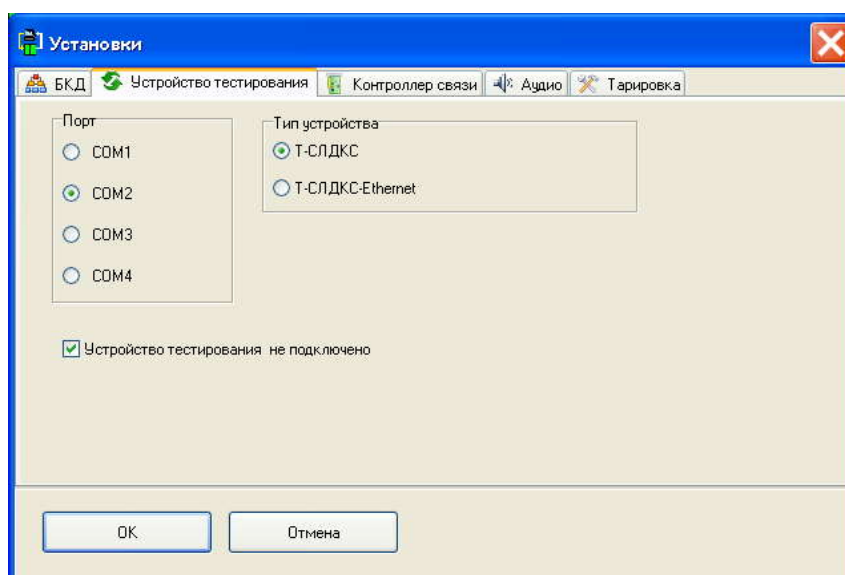

Рисунок 12 – Вкладка “Устройство тестирования ” окна “Установки”
- 1.6. На вкладке **Устройство тестирования** (рисунок 12) на панели **Порт** выбрать СОМ-порт к которому подключено Т-СЛДКС.